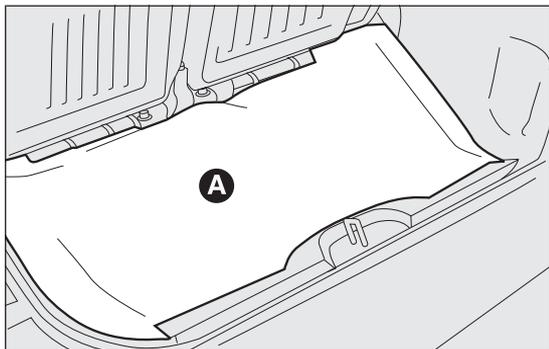

fig. 116
- ❑ soulever le tapis de sol du coffre à bagages A fig. 116